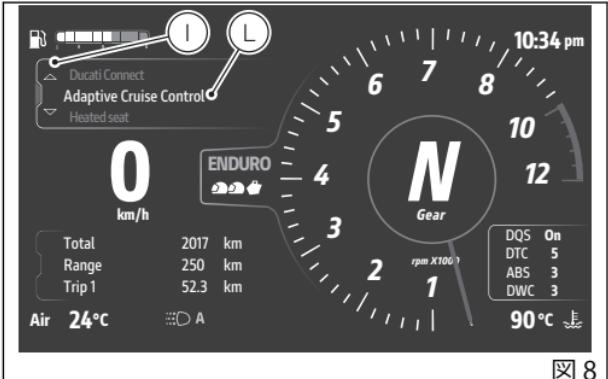

図 8
- ジョイスティックを ▲ の位置に長く押し、インタラクティブメニュー(I、図8)を選択します。
- ジョイスティック ▲ ▼ を使用して「Adaptive Cruise Control (アダプティブクルーズコントロール)」を選択し(L、図8)、「ENTER」を押します。